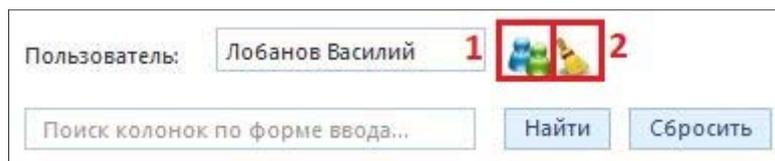
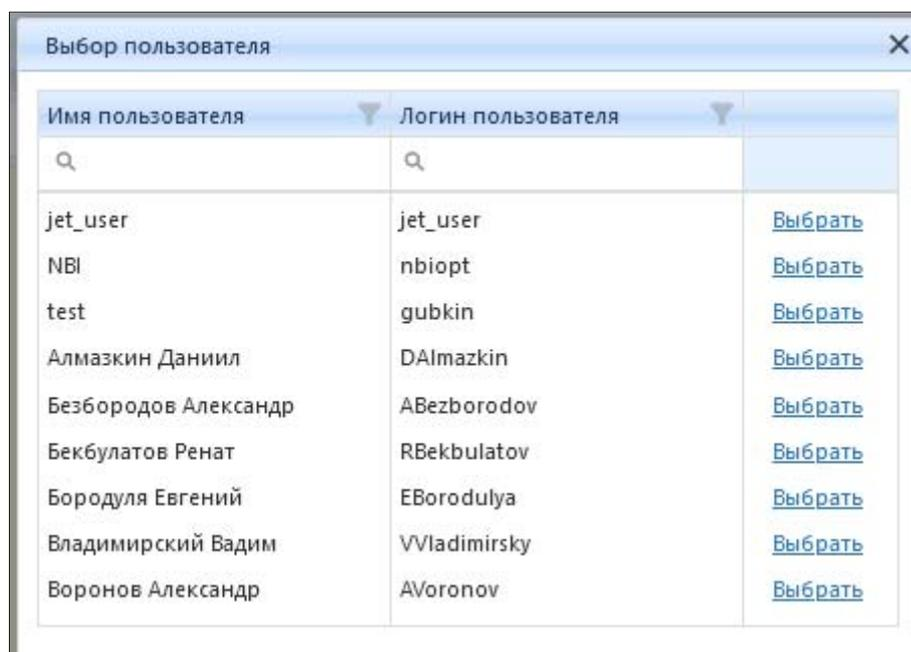

Рисунок 4.4.23 – Выбор пользователя
Рисунок 4.4.24 – Окно «Выбор пользователей»
Для использования ФВ другого пользователя необходимо нажать кнопку (1) (рис. 4.4.23) и из выпадающего списка (рис. 4.4.24) выбрать пользователя, форму ввода которого пользователь хочет посмотреть. Далее нужно дождаться окончания загрузки и с ФВ можно проводить работы. Эту форму можно скопировать себе и использовать уже как свой вариант заполнения. Для этого необходимо нажать кнопку (16) (рис. 4.4.1), форма загрузится и ее можно запустить в расчет.